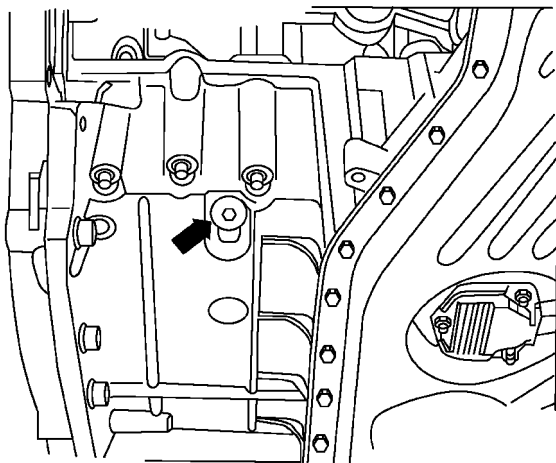

图 1-3-66 从油底壳部件上旋出放油螺塞
3) 如图 1-3-66 所示，从油底壳部件上旋出放油螺塞。